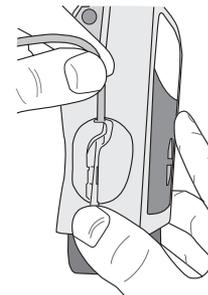

図3
- ・ゆっくりとチューブを垂直方向へ引っ張り、チューブを確実に溝にはめます（図3）。チューブ取り付けがきちんとしていない場合、ポンプ作動時に「キホウケンチ」と画面表示され、アラーム音が発生します。再度チューブを取り付け直してください。